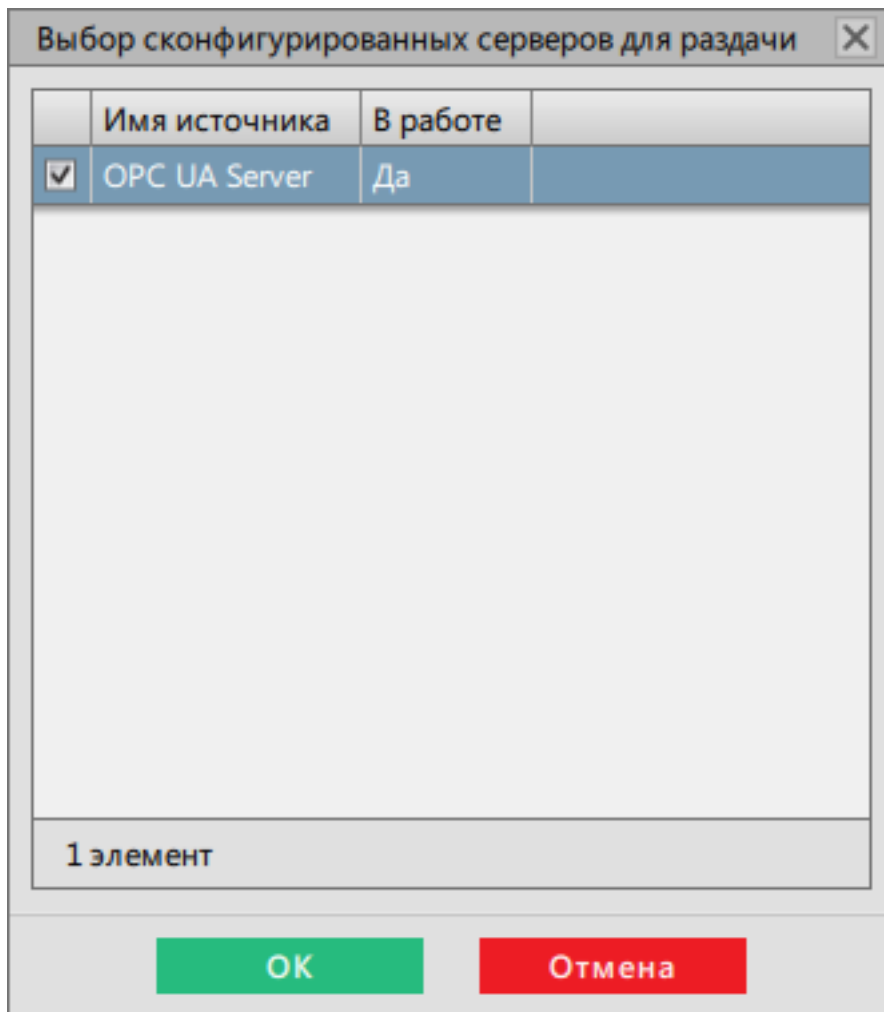

Рисунок 232 - Выбор сконфигурированных серверов для раздачи
11. Выберите сконфигурированный сервер для раздачи из п.3 и нажмите **ОК** (Рисунок 232).